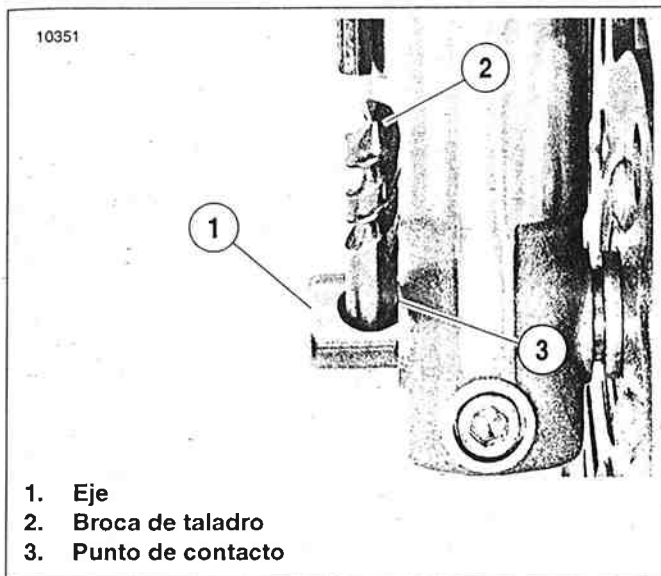

Figura 2-104. Alineación de los discos de freno dobles
1. Vea la Figura 2-104. Si está dando servicio a un vehículo con una mordaza sencilla de freno delantero, avance al siguiente paso. En los modelos con frenos delanteros dobles, alinee las mordazas con los discos de freno.
- c. Inserte una broca de taladro de 7/16 pulg. (2) lo más adentro posible en el agujero del eje (1).
- d. Coloque la pata de la horquilla contra el borde de la broca. El punto de contacto (3) debe ser de tal que el borde de la broca de taladro toque el borde de la pata de la horquilla.